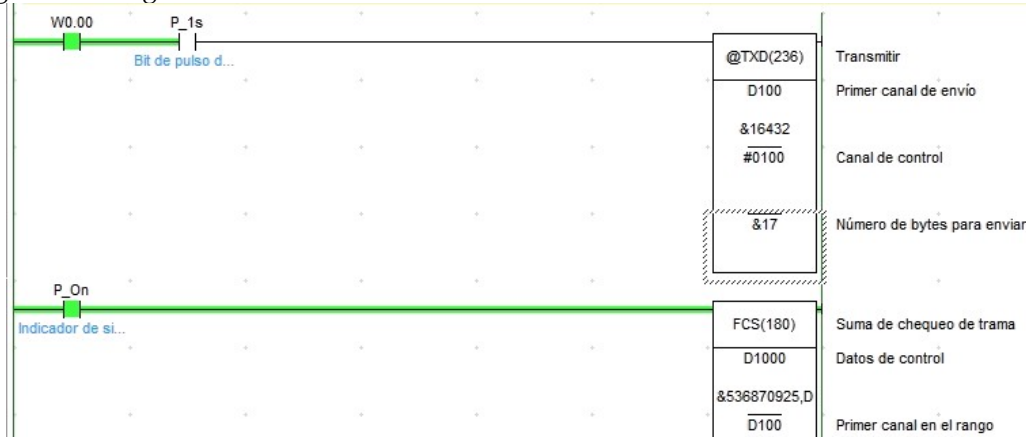

Figura 22. Programa de transmisión.
20. Luego se modifica el número de datos a transmitir a &17 (decimal) = #11 (hexadecimal). Ver programa en Figura 22.